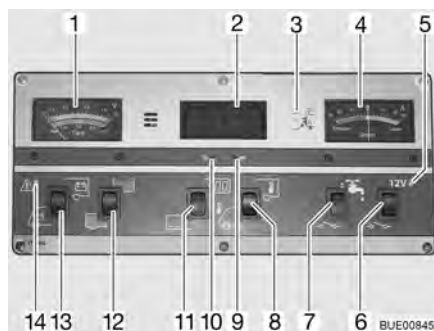

Bild 134 Panel IT 994
Med instrumentet V/tank (Bild 134,1) avläses den övre skalan. Instrumentets belysning tänds automatiskt när en knapp trycks in.
- Vippkontakten (Bild 134,13) trycks in nedtill : Startbatteriets spänning visas.
- Vippkontakten (Bild 134,13) trycks in upptill: Bodelsbatteriets spänning visas.
På instrumentet V/tank (Bild 134,1) avläses den undre skalan. Instrumentets belysning tänds automatiskt när en knapp trycks in.
- Vippkontakten (Bild 134,12) trycks in upptill: Vattenvolymen visas.
- Vippkontakten (Bild 134,12) trycks in nedtill: Avloppsvattenvolymen visas.
Den röda varningslampan ALARM (Bild 134,14) blinkar så snart spänningen i bodelsbatteri har sjunkit till under 11 V (mätning under pågående drift) och risk för djupurladdning föreligger.
Slå på: ■ Vippkontakten (Bild 134,11) trycks in upptill: Visning av digitalur är inkopplad. Temperaturvisning är driftklar.
Slå från: ■ Vippkontakten (Bild 134,11) trycks in nedtill: Visning av digitalur och temperaturvisning är avstängda.
Ställa in: ■ Tryck i öppningen för timvisningen (Bild 134,10) med en spetsigt föremål, t. ex en pennspets, tills önskat timtal har nåtts.
■ Tryck i öppningen för minutvisningen (Bild 134,9) med en spetsigt föremål, t. ex en pennspets, tills önskat minuttal har nåtts.
Indikeringar: ■ Vippkontakten (Bild 134,8) trycks in upptill: Innetemperaturen visas.
■ Vippkontakten (Bild 134,8) trycks in nedtill: Utetemperaturen visas.
På instrumentet ström (Bild 134,4) visas batteriströmmens flöde kontinuerligt. Instrumentets belysning tänds automatiskt när en knapp trycks in.
Med huvudbrytaren 12 V (Bild 134,6) kopplas panelen och bodelens 12 V-försörjning till eller från.
Slå på: ■ Vippkontakten (Bild 134,6) trycks in upptill: 12 V-försörjningen för bodelen är påslagen. Kontrollampan (Bild 134,5) lyser grönt.
Slå från: ■ Vippkontakten (Bild 134,6) trycks in nedtill: 12 V-försörjningen för bodelen är avstängd. Kontrollampan (Bild 134,5) slocknar.
Kontrollampen 12 V (Bild 134,5) lyser då huvudbrytaren 12 V (Bild 134,6) är inkopplad.
Den gula 230 V-kontrollampen (Bild 134,3) lyser när nätspänningen ligger på el-blockets ingång.
Slå på: ■ Vippkontakten (Bild 134,7) trycks in upptill: Vattenförsörjningen är aktiverad.
Slå från: ■ Vippkontakten (Bild 134,7) trycks in nedtill: Vattenförsörjningen är avstängd.